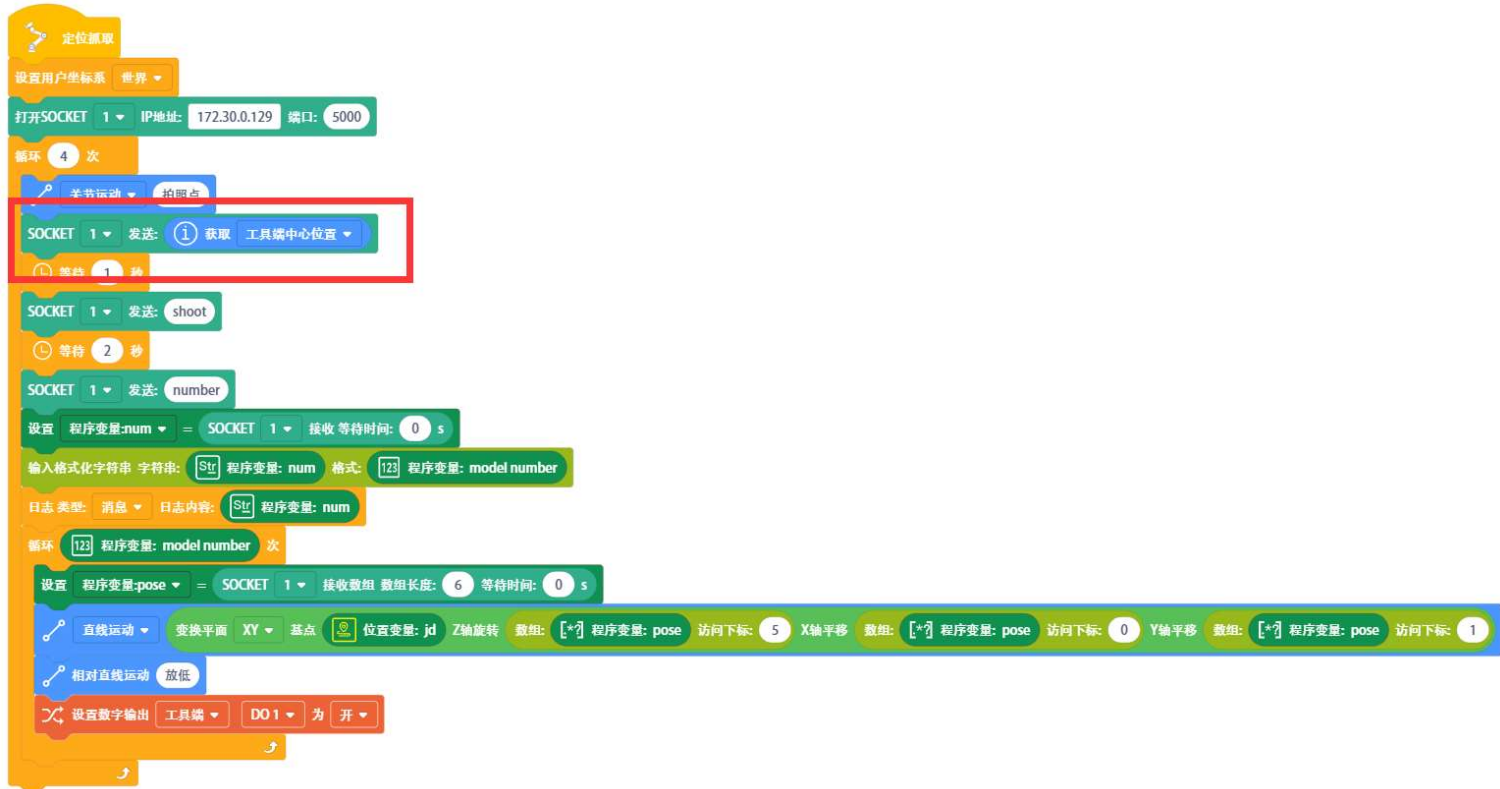

图 9.1.9 定位抓取机器人程序-手眼标定
**注意：**不同的标定类型对应的机器人程序会有细微区别，具体见图 9.1.9。